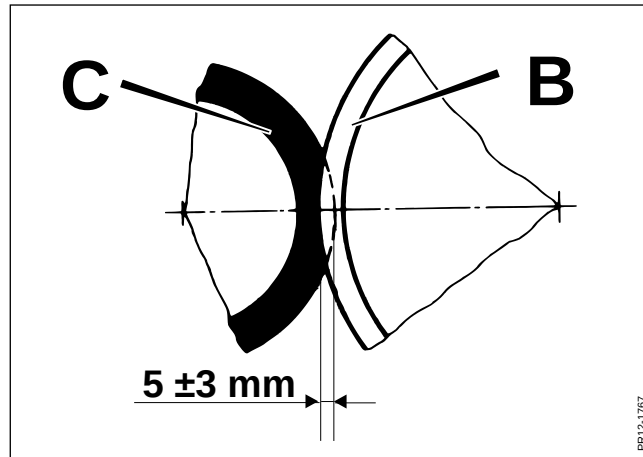

Fig. 4-20
**Fig. 4-20** Overlappet mellem stålfriktionsskiven og gummiskiven er ved reversering  $5 \pm 3$  mm. Der skal ikke justeres for slid, da cylinderen altid trykker med det konstante tryk der bestemmes af overtryksventilen.
Neutralstillingen ligger mellem reversfunktionen, hvor gummiskiven og friktionsskiven er i indgreb (fig. 4-20), og almindelig arbejdsstilling, hvor remtrækket er tilspændt af fjederen og driver indføringen (fig. 4-21).